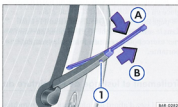

Fig. 134 Remplacement du balai d'essuie-glace arrière.
- Maintenez la touche de déverrouillage ⇒ fig. 134 ○ enfoncée.
- Basculez la partie supérieure du balai d'essuie-glace en direction du bras d'essuie-glace ⇒ page 215, fig. 134 Ⓐ tout en retirant le balai dans le sens de la flèche ○. Il se peut que vous deviez exercer pour cela une force relativement importante.